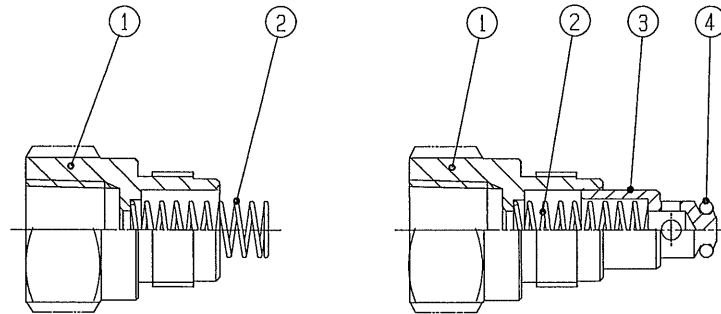

図3、組付け要領1
1. ⑤本体と①ソケットをスパナ等で取り外す。
2. ③ポペット、②圧縮バネは、①ソケットにスキマバメで挿入されている。ソケットから外れた場合は、①ソケットに②圧縮バネを挿入し、(ソケットにバネ挿入用の座があるので、そこにバネを挿入する。) ③ポペットを①ソケットに挿入する。(図3)